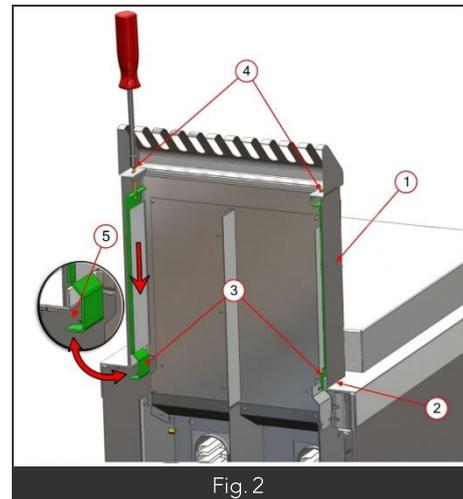

Fig. 2
- Desserrer les deux vis (Figure 2 rep 4) afin de faire descendre les crochets de fixation (Figure 2 rep 3) situées sous la mitre du côté droit et gauche.
- Placer la mitre au-dessus de son logement (Figure 2 rep 2), glisser les crochets de fixation sous le dessus (Figure 2 rep 5)
- Resserrer les vis (Figure 2 rep 4) pour sécuriser le positionnement de la mitre.